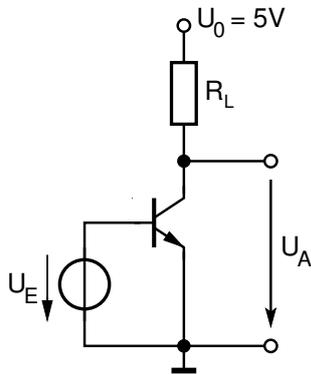

Abb. 3.1: Emitter-Schaltung
Gegeben sei ein npn-Transistor in Emitter-Schaltung (s. Abb. 3.1).
- 3.3 a) Zeichnen Sie das Kleinsignal-Ersatzschaltbild nach Giacoletto für die Emitterschaltung aus Abbildung 3.1 und benennen Sie die Elemente (z.B. R_L = Lastwiderstand).